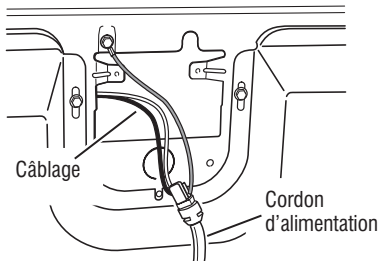
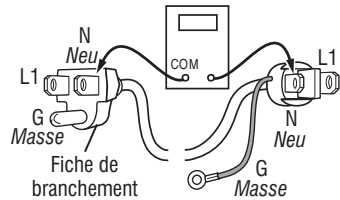

Figure 6 - Raccordement entre cordon d'alimentation et câblage pour une sècheuse à gaz.
Figure 7 - Bornes du cordon d'alimentation électrique, sècheuse à gaz.
- Vérifier que le cordon d'alimentation est correctement raccordé au câblage de la sècheuse. Voir Figure 6.
- Avec un ohmmètre, vérifier la continuité entre la broche neutre (N) de la fiche de branchement et la broche P8-3 (conducteur blanc) du MCP. La partie gauche de l'illustration à la Figure 7 identifie la position de la broche neutre (N) de la fiche de branchement. Voir également Figure 2, page 35.
- S'il n'y a pas de continuité, défaire la connexion entre le conducteur blanc du câblage principal et le cordon d'alimentation, à l'emplacement indiqué à la Figure 6. Tester la continuité du conducteur neutre du cordon d'alimentation selon les indications de la Figure 7. S'il y a un circuit ouvert, remplacer le cordon d'alimentation. Sinon passer à l'étape 6.
- S'il n'y a pas de continuité, contrôler la continuité sur le cordon d'alimentation d'une manière similaire à ce qui est décrit à la Figure 7, mais pour le conducteur L1 du cordon d'alimentation.